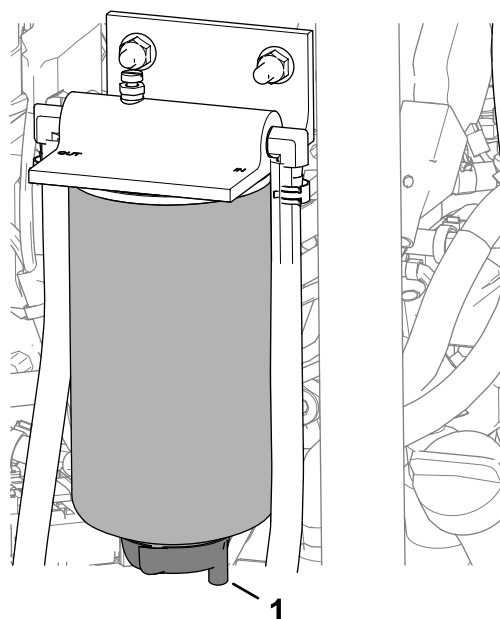

Figura 119
3. Așezați o tavă de golire sub robinetul de evacuare al separatorului de apă/combustibil (Figura 119).